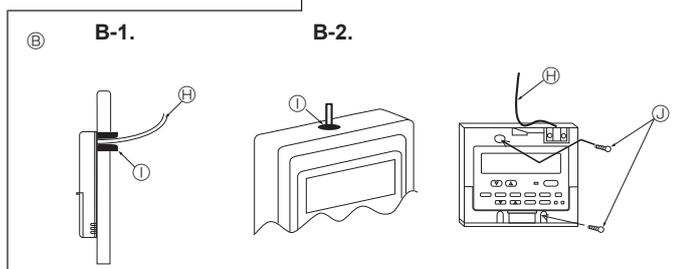

Fig. 6-3
- (A) Zij-aanzicht van de afstandsbediening
- (B) Minimale afstanden rond de afstandsbediening tot andere voorwerpen
- (C) Montagediepte
(2) Dicht de opening voor de afstandsbedieningskabel af met stopverf om te voorkomen dat er dauwdruppels, water, kakkerlakken of wormen inkomen. (Fig. 6-3)
#### [Fig.6-3]